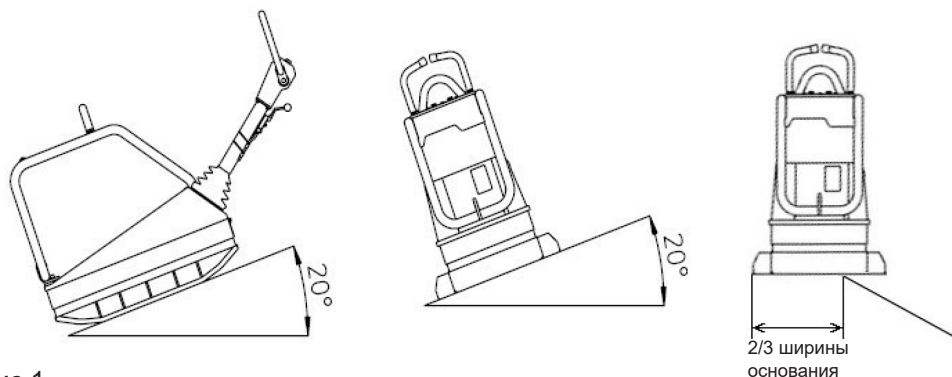

Рис.1
- При работе на краю, следите, чтобы не менее $2/3$ основания виброплиты находилось на ровной, твердой поверхности (рис. 1).